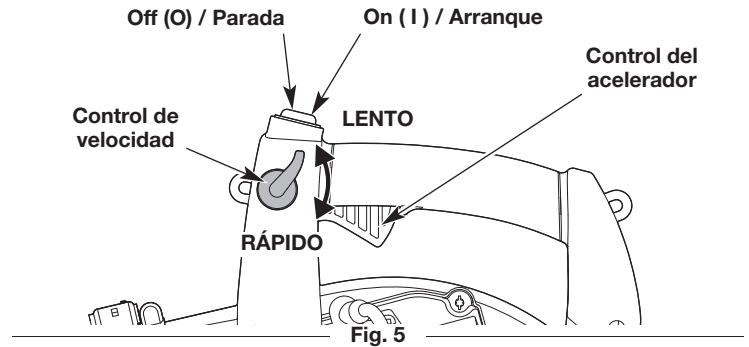
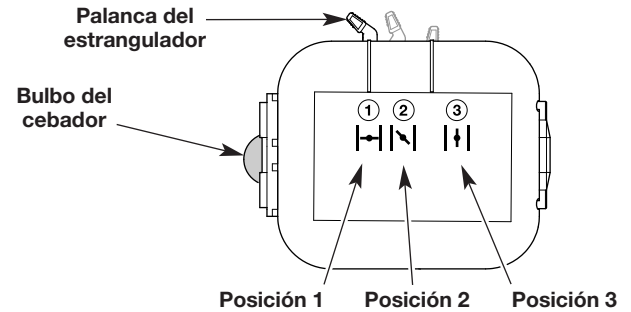

Fig. 5
Fig. 6
- NOTA:** No es necesario encender la unidad. El interruptor de encendido/apagado está en la posición ON (1) (encendido) en todo momento (Fig. 5).
3. Presione y luego suelte el bulbo del cebador lentamente **10 veces** (Fig. 6). Si no puede ver combustible en el bulbo del cebador, oprima y suelte el bulbo del cebador hasta que se vea combustible.
4. Coloque la palanca del estrangulador en la **Posición 1** (Fig. 6).
5. Mueva el control de crucero a la posición LENTO (Fig. 5).
- NOTA:** Mantenga el control de crucero en posición LENTO y **NO** presione el control del acelerador hasta el paso 10 (Fig. 5).
8. **NO** apriete el control del acelerador. Coloque la palanca del estrangulador en la **Posición 2** (Fig. 6).
10. Apriete y mantenga oprimido el control del acelerador o mueva el control de crucero a la posición RÁPIDO (Fig. 5). Deje que el motor se caliente durante 30 a 60 segundos.
11. Siga oprimiendo el control del acelerador o mueva el control de crucero a la posición RÁPIDO (Fig. 5). Pase la palanca del estrangulador a la **Posición 3** (Fig. 6) y siga calentando el motor durante 60 segundos más. Se puede usar la unidad durante este período.
SI... el motor no funciona de manera uniforme, regrese la palanca del estrangulador a la **Posición 2** (Fig. 6) y siga calentándolo.
2. Oprima y mantenga apretado el interruptor de encendido/apagado en la posición APAGADO hasta que el motor se pare por completo (Fig. 5).
- Use el control de velocidad para facilitar la operación continua (Fig. 5).